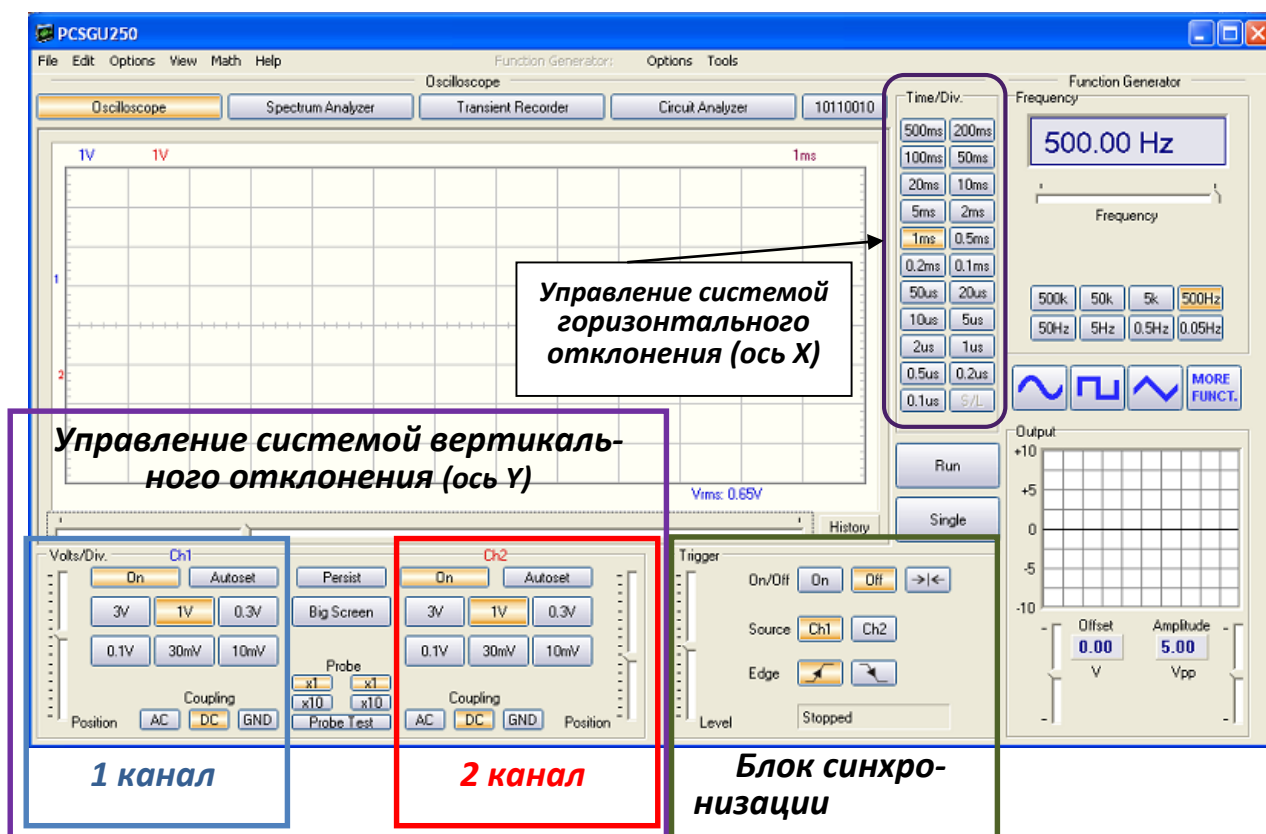

Рис. 9. «Лицевая панель» осциллографической приставки.
Лицевая панель цифровых осциллографов (или картинка лицевой панели на экране монитора для осциллографической приставки) во многом похожа на внешний вид аналоговых осциллографов (рис.9).
«AC» (закрытый вход) на усилитель вертикального отклонения (рис. 9, 10) подают только переменную составляющую сигнала. Для этого между входной клеммой осциллографа и усилителем включают конденсатор. На экране будет изображена только переменная составляющая сигнала.
В данной приставке синхронизация осуществляется блоком, который называют «Триггер» (рис. 11). Он расположен под экраном, справа (рис. 9).
4. Поменять выходные характеристики на генераторе (см. рис. 8), установить: напряжение от 5,5 до 7 В и частоту от 1600 до 1900 Гц, коэффициент заполнения (duty cycle) 20 – 40%. Изображение полученного сигнала надо настроить в удобный для работы вид: **синхронизировать** (см. стр.10), выбрать масштабы по осям (рис.9, управление системами вертикального и горизонтального отклонения). **Измерения надо проводить, выбрав такой масштаб, чтобы измеряемая величина занимала не менее 1 основного деления масштабной сетки** (если есть возможность, то растянуть ее на 3-5 делений и больше, но чтоб она не выходила за пределы экрана).
7. Для того, чтобы измерить длительность фронта и спада, необходимо поменять масштаб по горизонтальной оси (оси времени): надо «растянуть» сигнал так, чтобы измеряемая величина была не меньше одного основного деления масштабной сетки (на рисунке стр.15 показана измеряемая величина – фронт сигнала). Для этого надо воспользоваться кнопками «Time/Div» (см. рис. 9,
Указатель прокрутки экрана «History» (под экраном) поставить на «0». Используя кнопки «Time/Div» (рис.9, 10), «сжать картинку», чтобы все измеренные значения поместились на экране, но занимали возможно большую часть экрана (проверить, что указатель прокрутки экрана остался на «0»). Записать в таблицу 3 масштаб по оси времени ($i = 1$). Вертикальные линии маркеров выставить на «0» и на конец картинки трапецевидного сигнала. Записать в таблицу 3 (вариант 1) интервал времени между вертикальными маркерами dt – длительность измерения dt_1 . **Сохранить картинку** с экрана осциллографа в файл с Вашей работой.